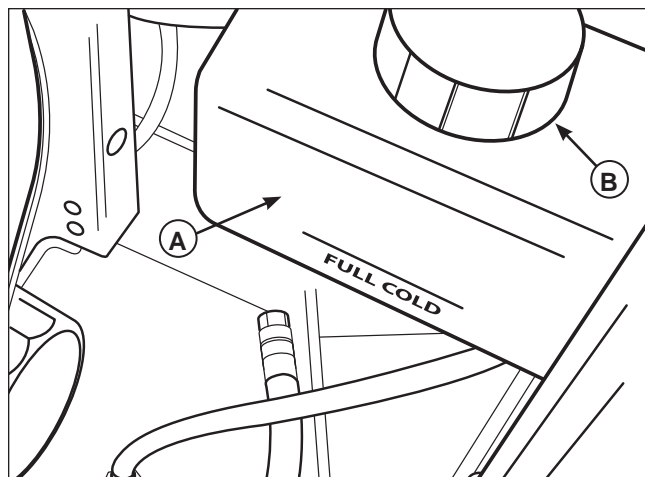

Figura 24. Revisar el nivel de aceite hidráulico
1. Verifique el nivel de aceite cuando la unidad está frío. El aceite debe a la "FULL FRIO" en la transmisión de los depósitos de aceite (A, figura 24). Si el aceite está por debajo de este nivel al paso 2.